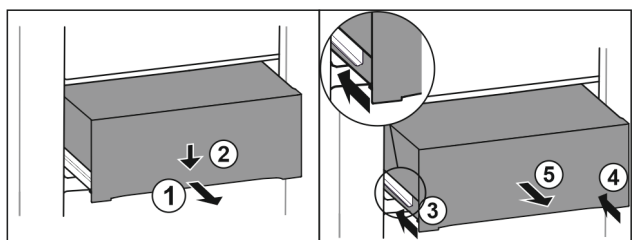

Fig. 213
- ▶ Zásuvku napůl vytáhněte. Fig. 213 (1)
- ▶ Stlačte zásuvku na přední straně dolů. Fig. 213 (2)
- ▶ Zasuňte levou kolejničku přibližně do 2 cm. Fig. 213 (3)
- ▶ Zasuňte pravou kolejničku přibližně do 2 cm. Fig. 213 (4)
- ▶ Vyjměte zásuvku dopředu. Fig. 213 (5)